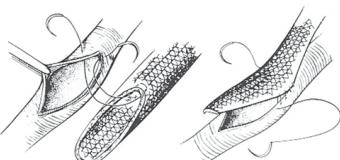

Abb. 5
- Wandstärke und eine Netzöse aufgenommen werden. Abb. 5. Es wird empfohlen, beim Nähen nur nicht schneidende Nadeln zu verwenden.